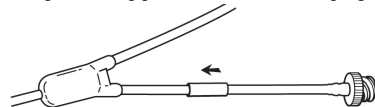

Fig. 15
6. Schuif de manchet over de naad (fig. 15).